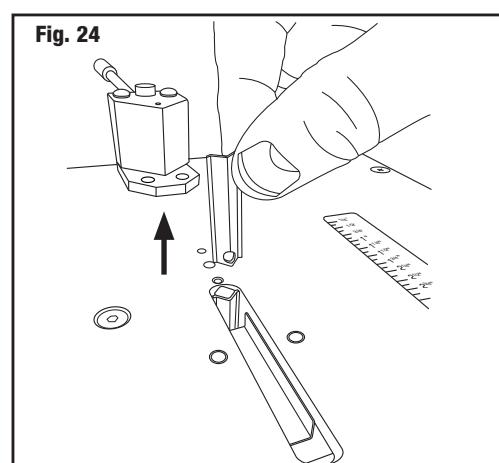

Fig. 24
- Saque el empujador desde arriba y reemplácelo. (**Fig. 24**)
- Ziehen Sie den Schieber von oben heraus und ersetzen Sie ihn. (**Abb. 24**)